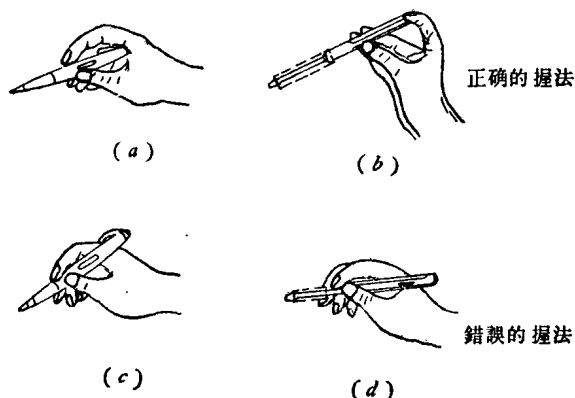

图 1-2 驗电笔的握法
1. 用大姆指、食指和中指握住笔身中部，使皮肤接触笔尾的金属体（如图 1-2, *a*）。
2. 以食指抵住笔尾，用大姆指、中指和无名指夹住笔身（如图 1-2, *b*）。这样，通过驗电笔的极微弱的电流就能使